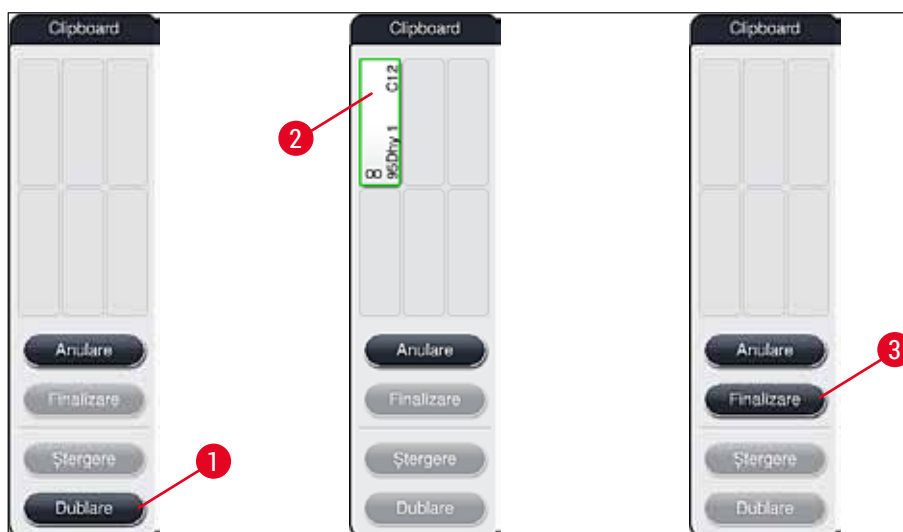

Fig. 54
2. Parcurgeți mesajul de informare ulterior și confirmați-l cu **OK**. Se deschide o nouă fereastră Clipboard (→ "Fig. 54").